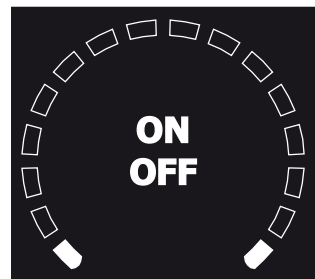

Fig. 1
- Tous les contrôles des éléments de surface affichent des témoins lumineux comme montré à la figure 1.